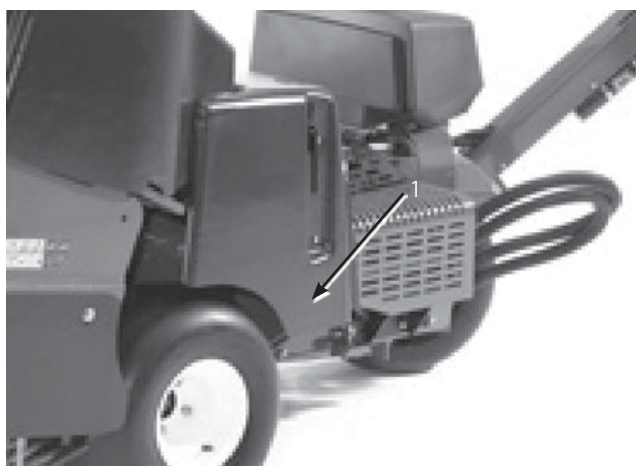

図56
1. ラッチを外し、ベルト・カバーを取り外す (図56)。
1. ラッチを外し、ベルト・カバーを取り外す（図56）。